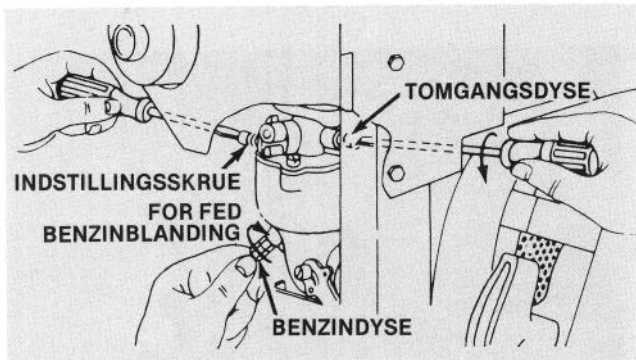

Fig. 40
1. Benzindysen (Fig. 40). Luk dysen nænsomt ved at dreje den med uret.
2. Drej — åben — benzindysen (Fig. 40) 1-1/2 omdrejning mod uret.
3. Tomgangsdysen (Fig. 40). Luk dysen nænsomt ved at dreje den med uret.
4. Drej — åben — tomgangsdysen (Fig. 40) 1/4 til 3/4 omdrejning mod uret.
6. Drej benzindysen (Fig. 40) med uret — indad, — indtil motoren begynder at gå ujævnt på grund af en for mager benzinblanding. Drej derefter dysen mod uret — udad — indtil motoren begynder at gå ujævnt på grund af en for fed benzinblanding. Derefter drejer De så dysen med uret til en midterstilling, og motoren skulle gå jævnt.
7. Sæt gaskontrollen tilbage til tomgang og drej tomgangsskruen (Fig. 40) til motoren går hurtigt i tomgang, 1750 opm.
8. Drej tomgangsventilen (Fig. 40) med uret — indad — indtil motoren begynder at gå ujævnt på grund af benzin-mangel. Drej derefter dysen mod uret — udad — indtil motoren begynder at gå ujævnt på grund af for meget benzin. Drej derpå dysen med uret tilbage til en midterstilling.
9. Drej igen tomgangsdysen til motoren går med 1750 opm (Fig. 40).